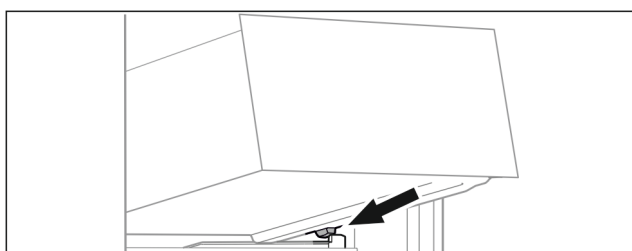

Fig. 138
- Placer le tiroir, en l'inclinant, derrière les butées sur la nervure de récipient. (voir Fig. 138)